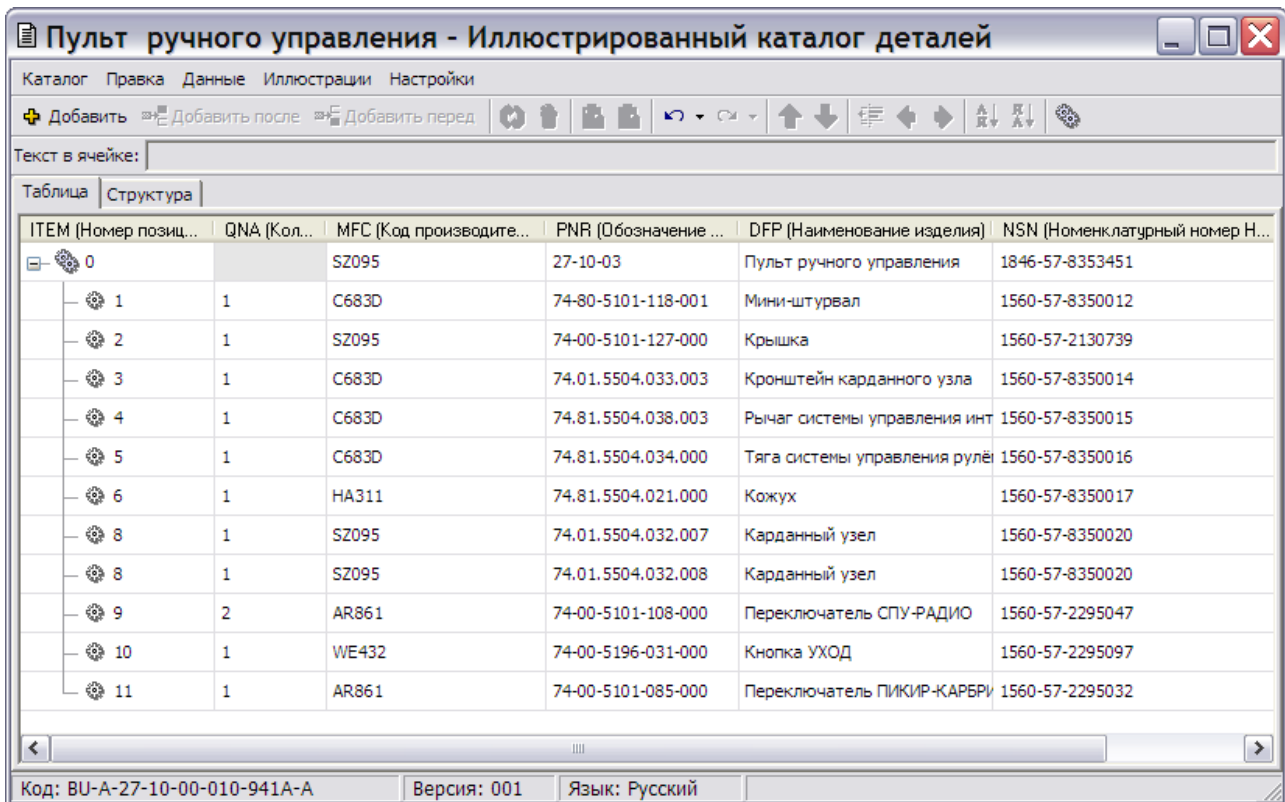
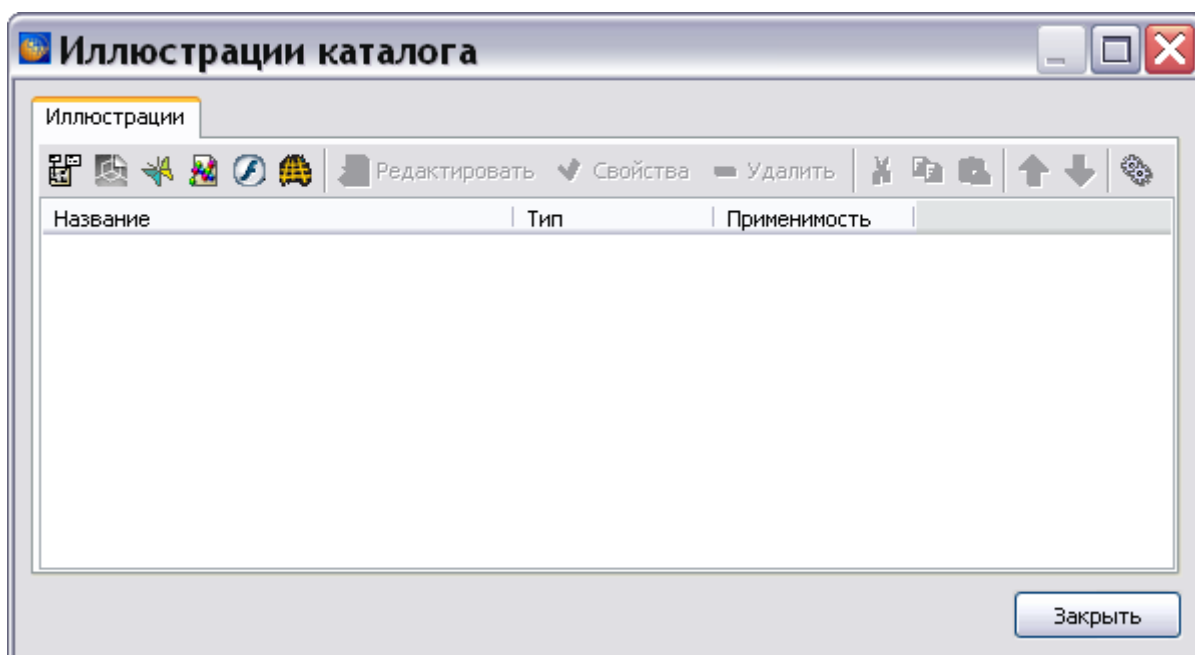

Рис. 6.54
Рис. 6.55
3. Выберите версию модуля данных и откройте ее для редактирования. При этом откроется окно редактора (Рис. 6.54).
1. Выберите меню **Иллюстрации** (Рис. 6.54). При этом откроется окно **Иллюстрации каталога** (Рис. 6.55).